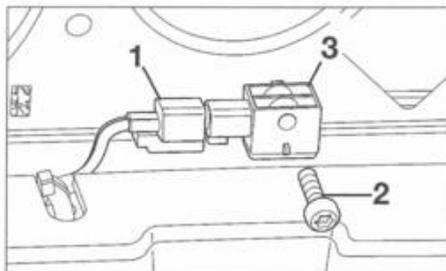

FIG. 18
- Sacar el conector (1) (fig. 18).
- el tornillo (2).
- el captador (3).